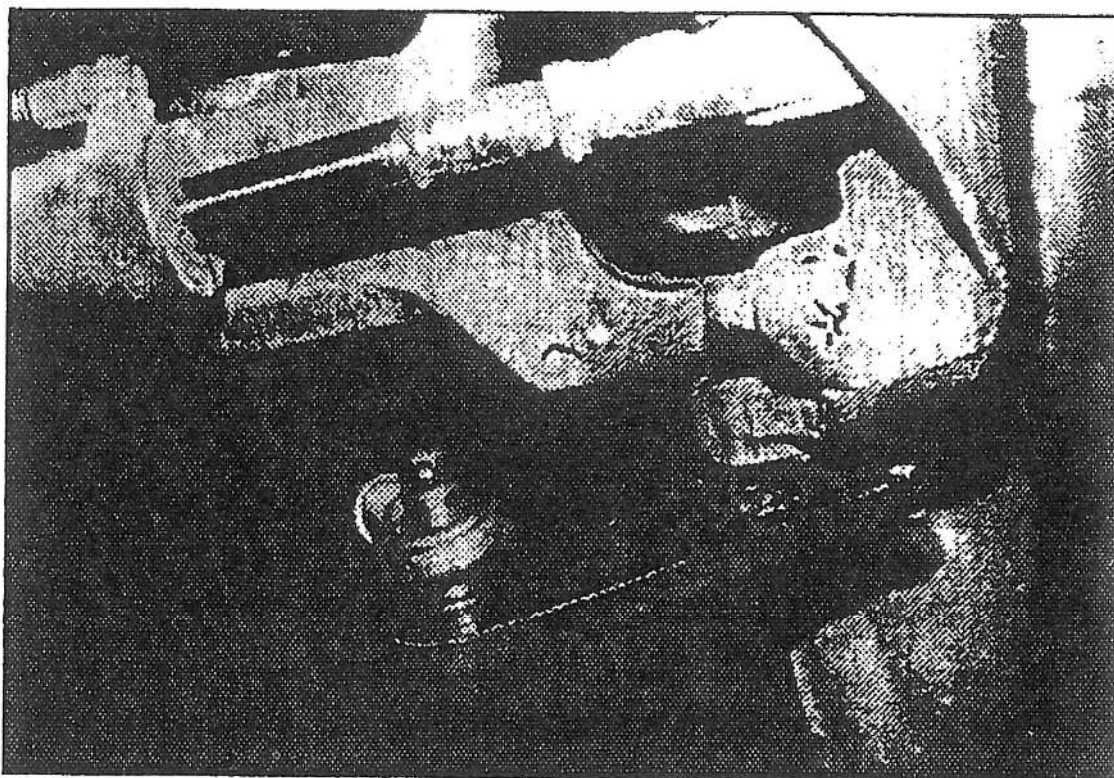

Fig.7
5) Fixer le gougeon sur le bras D du pivot intermédiaire, soit par dessus, soit par dessous (fig.7) Choisir de préférence la solution la plus haute. Fixer le gougeon sur le bras F monté sur l'articulation de la roue, soit par dessus, soit par dessous. Installer la barre de poussée E en réglant sa longueur .